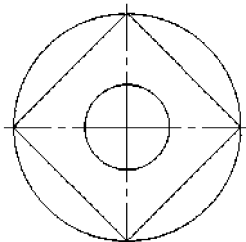

图 2-50 绘制四边形
3) 绘制四边形。单击直线按钮, 在弹出的立即菜单中选择【两点线】和【连续】选项, 捕捉中心线与圆的交点为直线的起始点, 依次把 4 个交点连起了, 操作结果如图 2-50 所示。